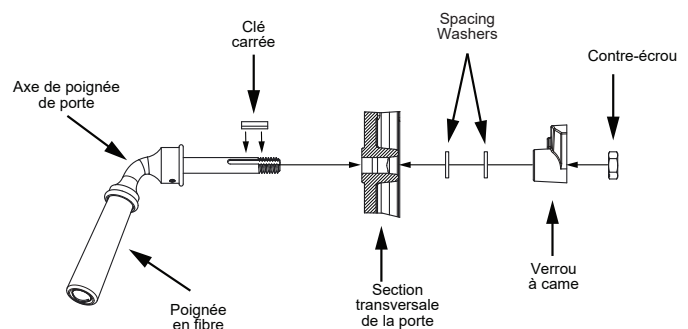

Figure 23.4
3. Placez une deuxième ou plusieurs rondelles comme il est indiqué à la **Figure 23.4**.
7. Installez la poignée en tournant en sens antihoraire jusqu'à la position souhaitée sur la tige de la poignée de porte (**Figure 23.4**).